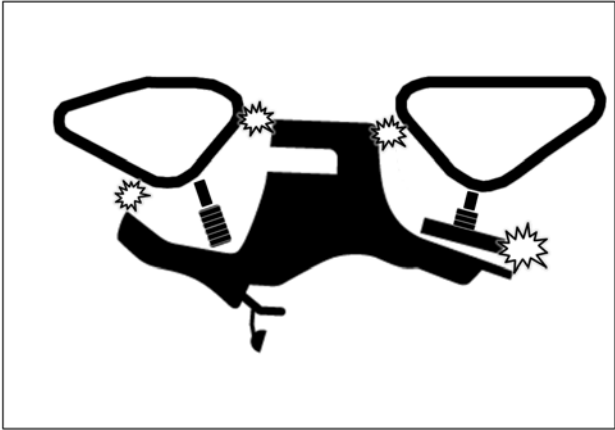

Fig. 28
2. Vérifier s'il y a possibilité de contact entre les systèmes de traction et les coins inférieurs des ailes. Voir la Fig. 28